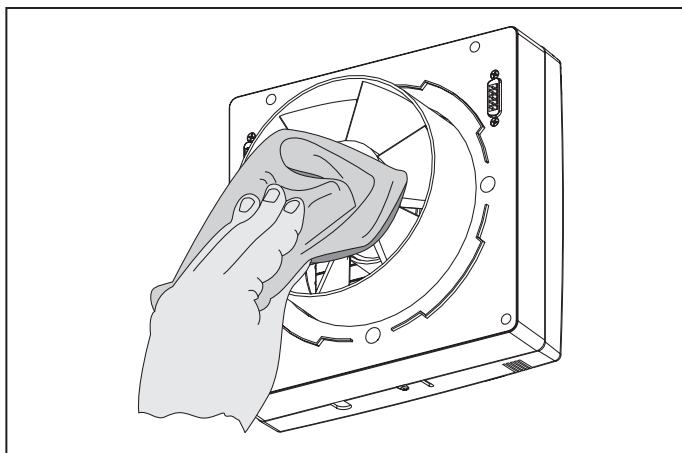

Рис. 23. Очистка лопастей вентилятора
- Очистите лопасти вентилятора (см. Рис. 23). Для удаления пыли необходимо использовать мягкую сухую щетку, мягкую материю или сжатый воздух, без использования воды, абразивных моющих средств, острых предметов и растворителей. Лопасти вентилятора требуют очистки 1 раз в год.